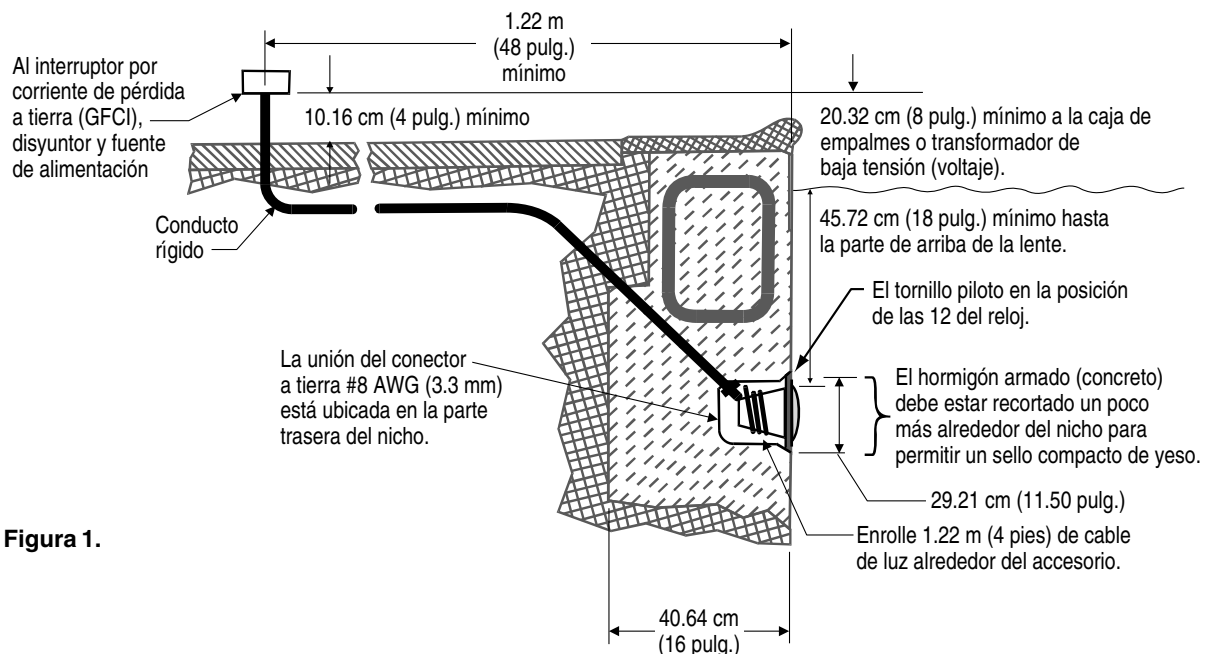

Figura 1.
BANTES DE COMENZAR: Los siguientes pasos (1-6) describen las tareas que deben ser completadas por el electricista antes de que la lámpara IntelliBrite™ sea instalada. Consulte la Figura 1 del diagrama.
- La caja de empalme (o el transformador de bajo voltaje en el caso de los modelos de 12 voltios) debe estar ubicada a un mínimo de 20.32 cm (8 pulg.) por encima del nivel del agua y al menos a 1.22 m (48 pulg.) del borde de la piscina; consulte la Figura 1.
- El nicho en húmedo debe estar correctamente instalado de manera que el borde superior del lente de la lámpara submarina se encuentre a un mínimo de 45.72 cm (18 pulg.) por debajo de la superficie del agua de la piscina; consulte la Figura 1. (No más de 50.80 cm (20 pulg.) de profundidad en Canadá.)
- El nicho en húmedo debe tener una conexión eléctrica apropiada y con conexión a tierra a través del conector a tierra Nº. 8 AWG ubicado en la parte posterior del nicho; consulte la Figura 1.
1. Alimente el cable a través del conducto hasta la caja de empalme, dejando por lo menos un tramo de 1.22 m (4 pies) en la lámpara para enrollarlo a su alrededor; consulte la Figura 1. Esto permite efectuar el mantenimiento de la lámpara después de que la piscina esté llena de agua.
- La caja de empalme (**o el transformador de bajo voltaje en el caso de modelos de 12 voltios**) debe estar ubicada a un mínimo de 20.32 cm (8 pulg.) por encima del nivel del agua y al menos a 1.22 m (48 pulg.) del borde de la piscina; consulte la Figura 1.
- El nicho en húmedo debe estar correctamente instalado de manera que el borde superior del lente de la lámpara submarina se encuentre a un mínimo de 45.72 cm (18 pulg.) por debajo de la superficie del agua de la piscina; consulte la Figura 1.
5. Deje por lo menos un tramo de 1.22 m (4 pies) de cable para enrollarlo alrededor de la lámpara; consulte la Figura 1 en la página 2. Esto permite efectuar el mantenimiento de la lámpara después de que la piscina esté llena de agua.
7. Quite unos 15.24 cm (6 pulg.) de la cubierta exterior del cable para poner a la vista los tres alambres aislados. Tenga cuidado de no dañar el aislamiento de los tres (3) cables internos.
8. Conecte los tres (3) cables a los correspondientes cables de circuito en la caja de empalme (el cable negro al cable de alimentación, el cable blanco al cable común y el cable verde al cable de toma a tierra) y colóquela la tapa a la caja de empalme.